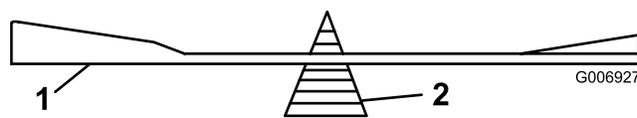

Figura 41
- Verifique el equilibrio de cada cuchilla colocándola sobre un equilibrador de cuchillas (Figura 41). Si la cuchilla se mantiene horizontal, está equilibrada y puede utilizarse. Si la cuchilla no está equilibrada, rebaje algo de metal de la parte posterior de la cuchilla con una lima. Repita este paso hasta que cada cuchilla esté equilibrada.